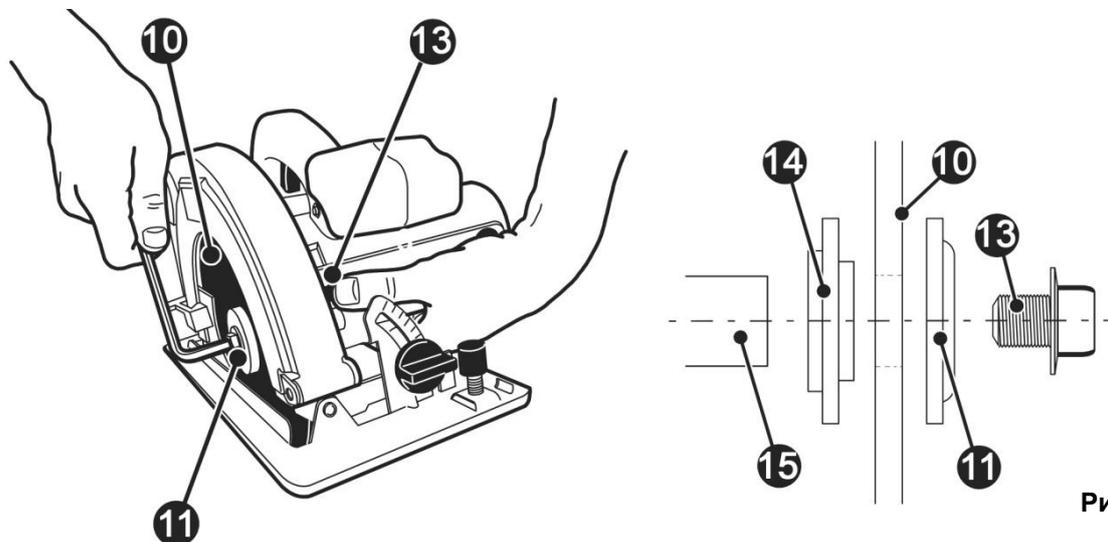

Рис. 2
- Удерживая фланцевым ключом внешний фланец (11), открутить ключом болт крепления пильного диска (13) (См. Рис. 2).
- Установите пильный диск на внутреннем фланце (14)(См. Рис.2). Убедитесь, что стрелки вращения на диске и инструменте указывают в одном направлении.
- Поместите наружный фланец (11)(См. Рис. 2) на шпindel, так чтобы выпуклая сторона была направлена от диска.
- С помощью ключа, надёжно закрутите крепёжный винт (13)(См. Рис. 2), зафиксировав пильный диск на шпинделе (15)(См. Рис. 2).
- С помощью ключа, открутите крепёжный винт (13) (См. Рис. 2).
- Снимите наружный фланец (11) (См. Рис. 2).